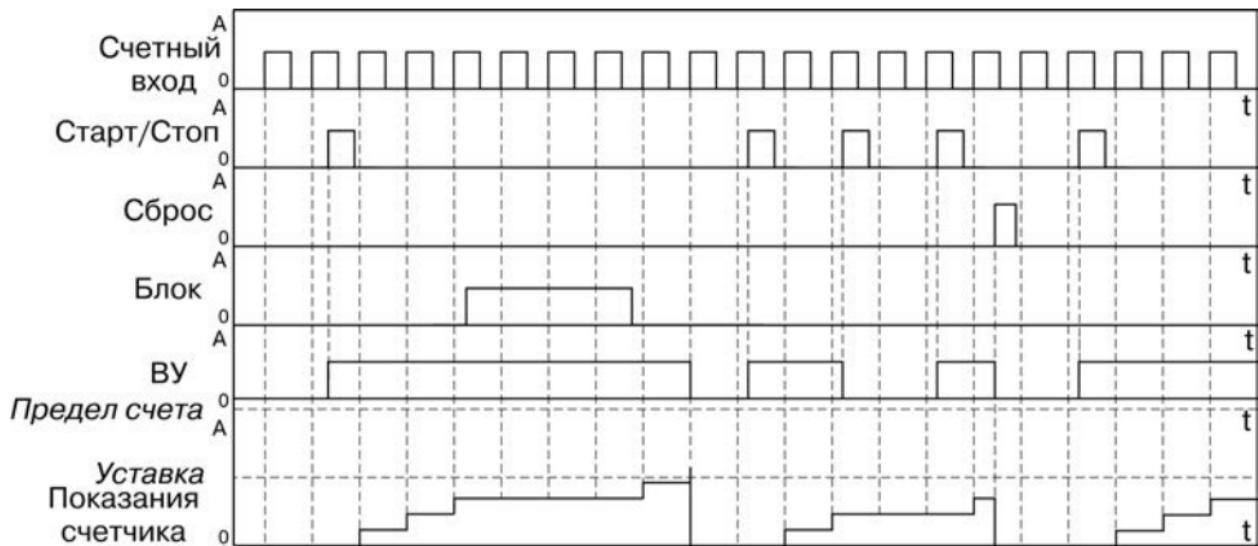

Рисунок 3.11
- тип работы по сигналу «Сброс» – «Сбросить счетчик и ждать сигнала «Старт» ($rSt=Stop$) (рисунок 3.11).